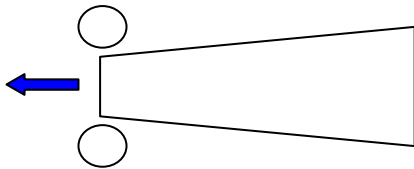

图 1
(1) 面心立方晶胞中的最密排面是 (111) 还是 (110) ? 在平面上汇出面心立方晶胞中 (111) 与 (110) 晶面上的原子排布示意图。(6 分)
(2) 将一楔型铜片置于间距恒定的两轧辊间轧制, 如图 1 所示。请画出此铜片经完全再结晶后晶粒大小沿片长方向变化的示意图; 如果在较低温度下退火, 何处先发生再结晶? 请简要说明具体原因。(9 分)